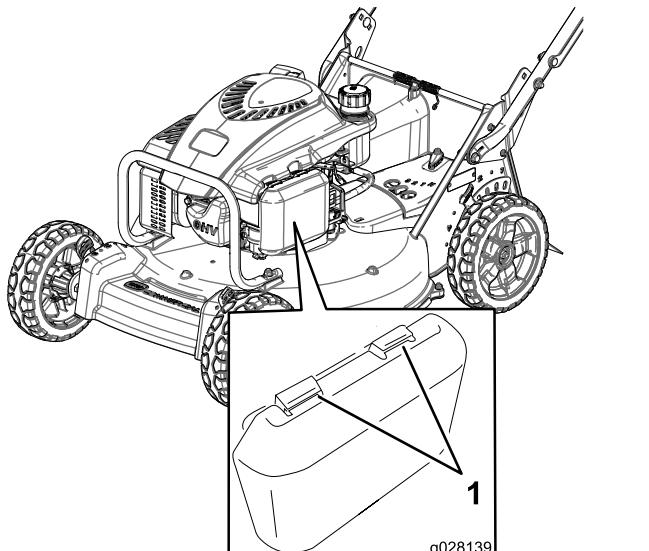

Figure 19
- Appuyez sur les languettes de verrouillage en haut du couvercle du filtre à air (Figure 19).
- Retirez l'élément en papier et le préfiltre en mousse (Figure 19).